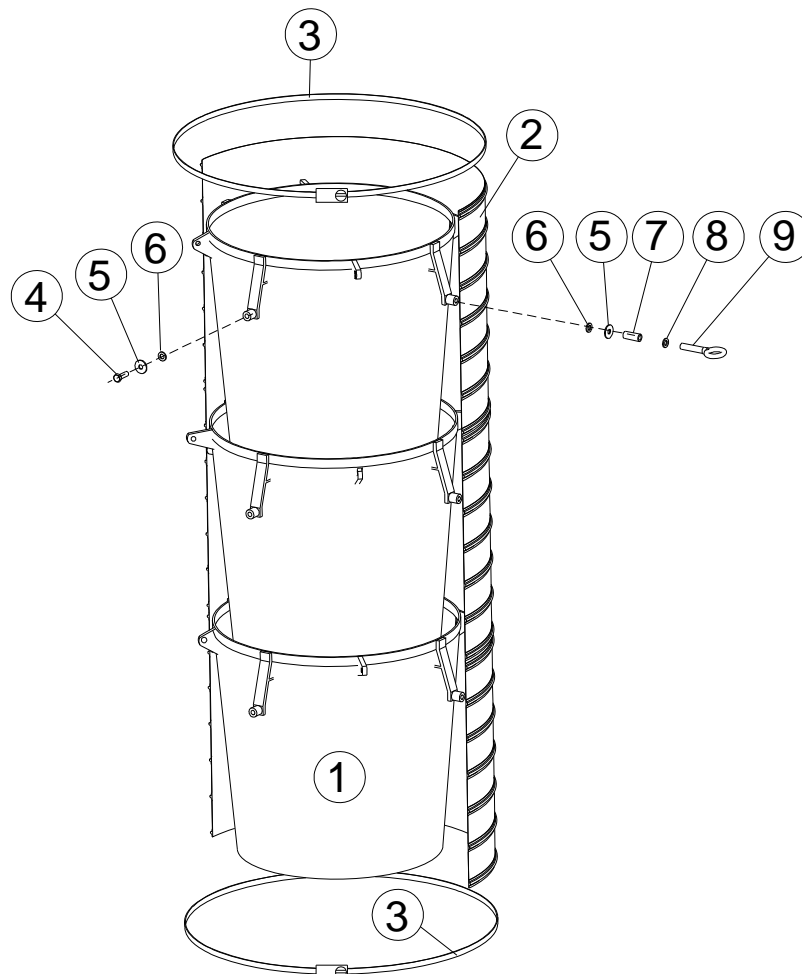

fig. 34
- Die Unterlegscheibe mit 12 mm Durchmesser (Pos. 8, Abb. 34), den Abstandhalter (Pos. 7, Abb. 34), die Unterlegscheibe 12 x 36 mm (Pos. 5, Abb. 34) und die Gummischeibe (Pos. 6, Abb. 34) in die Seilführungsschraube (Pos. 9, Abb. 34) stecken.
- Die Gruppe dann in die Bohrung stecken, die man zuvor im Verbindungsgurt und im Balg angebracht hat und die Seilführungsschraube (Pos. 9, Abb. 34) an der Gewindeklinke des internen Stahlbechers anschrauben.
- Enfiler le premier cône (Pos. 1, fig. 34) à l'intérieur du soufflet (Pos. 2, fig. 34), en faisant attention à faire correspondre le diamètre plus petit à la sortie, et qui donc être tourné vers le bas une fois mis en place sur le chargeur.
- Enfiler la rondelle diam. 12 mm (Pos. 8, fig. 34), l'entretoise (Pos. 7, fig. 34), la rondelle 12 x 36 mm (Pos. 5, fig. 34) et la rondelle (pos. 6, fig. 34) dans la vis guide-câble (Pos. 9 Fig. 34).
- Enfiler ensuite le groupe dans le trou percé précédemment sur la bande de raccord et le soufflet, et visser la vis guide-câble (Pos. 9, fig. 34) à l'ergot fileté du cône interne métallique.
- Infilare il primo cono (Pos. 1, fig. 34) all'interno del soffietto (Pos. 2, fig. 34), facendo attenzione che il diametro più piccolo corrisponde all'uscita, e quindi deve essere rivolto verso il basso una volta installato sullo scaricatore.
- Infilare la rondella diam. 12 mm (Pos. 8, fig. 34), il distanziale (Pos. 7, fig. 34), la rondella 12 x 36 mm (Pos. 5, fig. 34) e la rondella in para (pos. 6, fig. 34) dentro alla vite guidacavo (Pos. 9 Fig. 34)
- Infilare poi il gruppo dentro al foro precedentemente fatto sulla fascia di collegamento e soffietto, ed avvitare la vite guidacavo (Pos. 9, fig. 34) al nottolino filettato del cono interno metallico.
- Then fix the two other threaded pins placed at 90 degrees to the previous one (see Fig. 34)
- Insert the 12x36 mm washer (Pos. 5, Fig. 34) and the crepe rubber washer (pos. 6, fig. 34) in the TE M12 x 30 bolt (Pos. 4, Fig. 34).
- Then insert the unit into the hole made earlier on the connecting clamp and bellows, and screw the bolt (Pos. 9, fig. 34) to the threaded pin of the inner metal cone.
- Nun sind noch die 2 anderen Gewindeklinken zu befestigen, die zu den vorherigen um 90 Grad versetzt sind (siehe Abb. 34).
- Die Unterlegscheibe mit Durchmesser 12x36 mm (Pos. 5, Abb. 34) und die Gummischeibe (Pos. 6, Abb. 34) in die SK-Schraube M12 x 30 (Pos. 4, Abb. 34) stecken.
- Il faut alors fixer les 2 autres ergots filetés, placés à 90 degrés des deux précédents (voir fig. 34).
- Enfiler la rondelle diamètre 12x36 mm (Pos. 5, Fig. 34) et la rondelle (pos. 6, fig. 34) dans le boulon H M12 x 30 (Pos. 4, Fig. 34).
- A questo punto rimangono da fissare gli altri 2 nottolini filettati, posti a 90 gradi dai due precedenti (vedi fig. 34)
- Infilare la rondella di diametro 12x36 mm (Pos. 5, Fig. 34) e la rondella in para (pos. 6, fig. 34) nel bullone TE M12 x 30 (Pos. 4, Fig. 34).
- Starting from one of the two ends, unscrew the M 12 x 30 bolts (pos. 4, Fig. 34) with the washers (Pos. 5,6, Fig. 34) on both sides.
- Then unscrew the cable guide bolt (Pos. 9, Fig. 34) with the 12 mm diam. washer (Pos. 8, fig. 34), the spacer (Pos. 7, Fig. 34), the 12 x 36 washer (Pos. 5, fig 34) and the 12 mm rubber washer (Pos. 6, Fig. 34).
- Von einem Ende beginnend die Schraubbolzen M 12 x 30 (Pos. 4, Abb. 34) mit den Unterlegscheiben (Pos. 5,6, Abb. 34) auf beiden Seiten lösen.
- Dann die Seilführungsschraube (Pos. 9, Abb. 34) mit der Unterlegscheibe Durchmesser 12 mm (Pos. 8, Abb. 34), den Abstandhalter (Pos. 7, Abb. 34), die Unterlegscheibe 12 x 36 (Pos. 5, Abb. 34) und die Gummischeibe 12 mm (Pos. 6, Abb. 34) lösen.
- En commençant par l'une des extrémités, dévisser les boulons M 12 x 30 (pos. 4, Fig. 34) avec les rondelles (Pos. 5,6, Fig. 34) des deux côtés.
- Dévisser ensuite la rondelle guide-câble (Pos.9, fig. 34), avec la rondelle diam. 12 mm (pos. 8, fig. 34), l'entretoise (Pos. 7,fig. 34), la rondelle 12 x 36 mm (Pos. 5, fig. 34) et la rondelle en caoutchouc 12 mm (Pos. 6 Fig. 34).
- Cominciando da una delle due estremità, svitare i bulloni M 12 x 30 (pos. 4, Fig. 34) con le rondelle (Pos. 5,6, Fig. 34) da entrambe le parti.
- Svitare poi la vite guidacavo (Pos. 9, Fig. 34) con la rondella diam. 12 mm (Pos. 8, fig. 34), il distanziale (Pos. 7, fig. 34), la rondella 12 x 36 (Pos. 5, fig 34) e la rondella in gomma 12 mm (Pos. 6, Fig. 34).